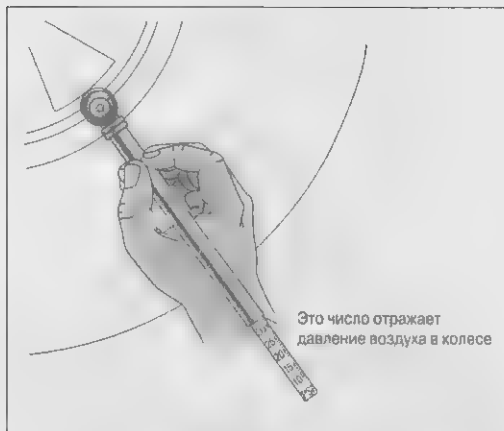

Рис. 19.2 Для проверки давления в шине используется манометр
На рис. 19.2 показан манометр, и как его использовать вы узнаете чуть позже.
4. В открытый вентиль вставьте закрученный кончик манометра (см. рис. 19.2).
Последнее число — это давление в шине (см. рис. 19.2). Соответствует ли это число значению, указанному на ярлыке?